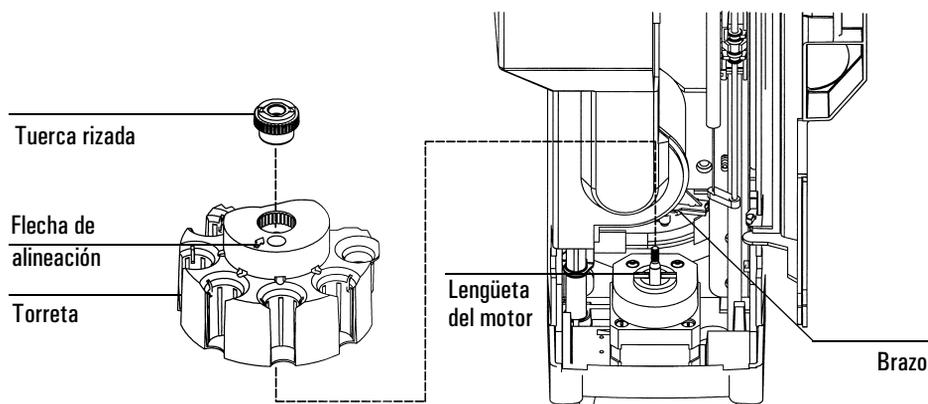

Figura 10 Retirada de la torreta
3. Abrir la puerta del inyector. Desatornillar y retirar la tuerca rizada de la parte superior de la torreta. Ver la Figura 10.
4. Girar la torreta de tal manera que la sección abierta quede orientada hacia la parte posterior de la torre y que la flecha en la parte superior de la torreta señale directamente hacia atrás (ver la Figura 10). Empujar el brazo hacia atrás y levantar la torreta hacia arriba hasta que deje libre el eje central.
5. Utilizar un lápiz para presionar el botón de alineación sobre las luces del indicador, después cerrar la puerta. Ver la Figura 10.